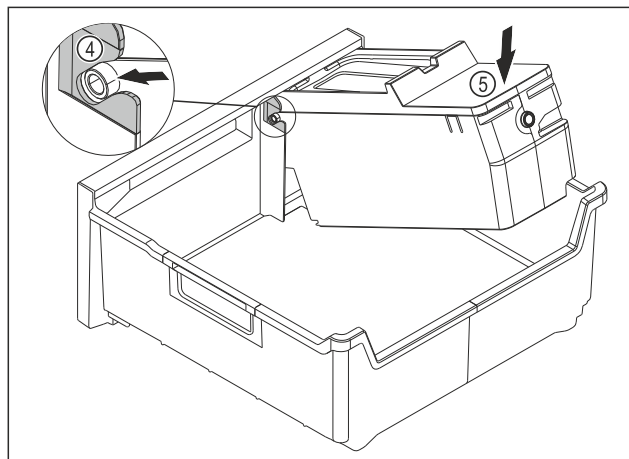

Fig. 91
- ▶ Montáž korpusu EasyTwist-Ice: Osi korpusu EasyTwist-Ice zasunúte do vedení Fig. 91 (4).
- ▶ Zatlačte korpus EasyTwist-Ice Fig. 91 (5) zozadu smerom nadol.